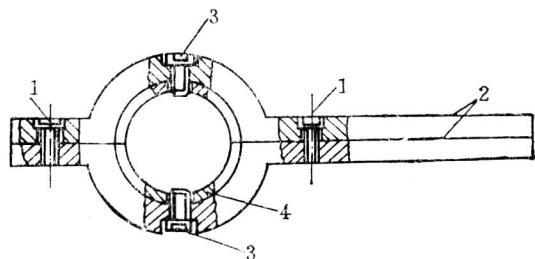

图 1-11 拆卸轴套锁紧螺帽专用工具
3. 轴套锁紧螺帽的拆卸 轴套锁紧螺帽一般上得很紧，拆卸比较困难。若用一般的螺丝刀或扁铲来拆，有时虽然能将其拆出来，但往往却损坏了锁紧螺帽。为了使锁紧螺帽不受损坏，一般可用图1-11所示的专用工具来拆卸。其使用方法如下：先松开联接的沉头螺栓1和顶丝3，后把内套4和拆卸器2套在被拆的锁紧螺帽上，顶丝必须对准锁紧螺帽的缺口，再上紧联接的沉头螺栓1和顶丝3，最后按锁紧螺帽松开的方向，用锤打着拆卸器的长柄，即可把锁紧的螺帽松下来。